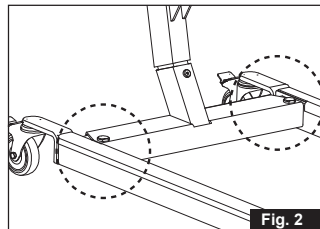

Fig. 2
- **Klemrisiko mellem personløfterens ben og chassis ved breddeindstilling af personløfterens ben (fig. 2).**